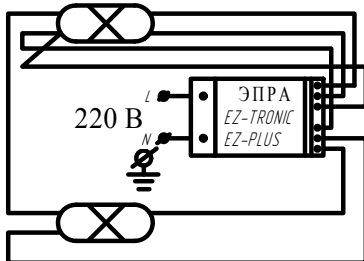

Рисунок 9
6.10 Допускается установка светильников с магистральной проводкой в линию. (Рис.9 и приложение В)